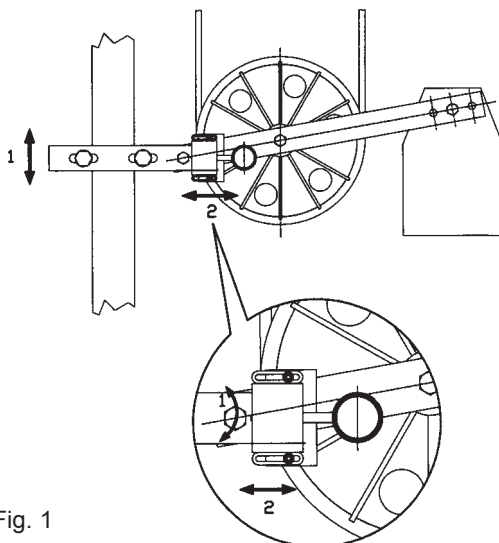

Fig. 1
- regolare sull'interruttore di sicurezza, la posizione orizzontale di collegamento sulle asole (Fig. 1 Pos. 2);